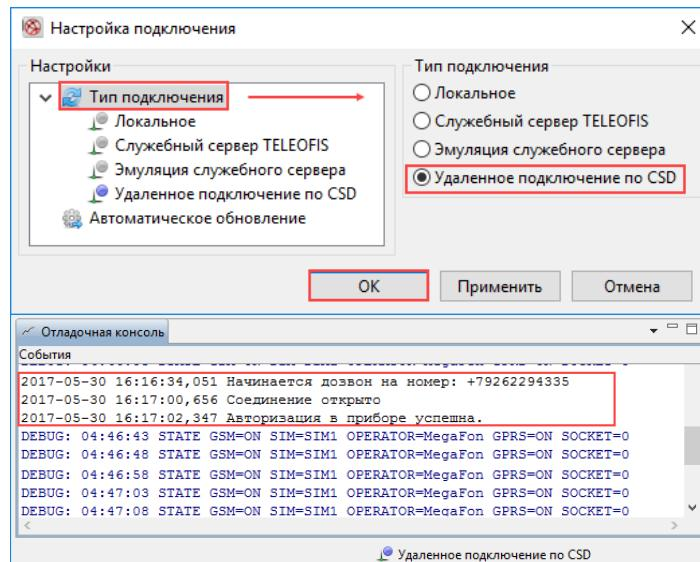

Рис. 37. Подключение по CSD.
6. Нажмите **Тип подключения**, в правой части окна выберите тип **Удаленное подключение по CSD** и нажмите **OK**, чтобы сохранить изменения (Рис. 37).